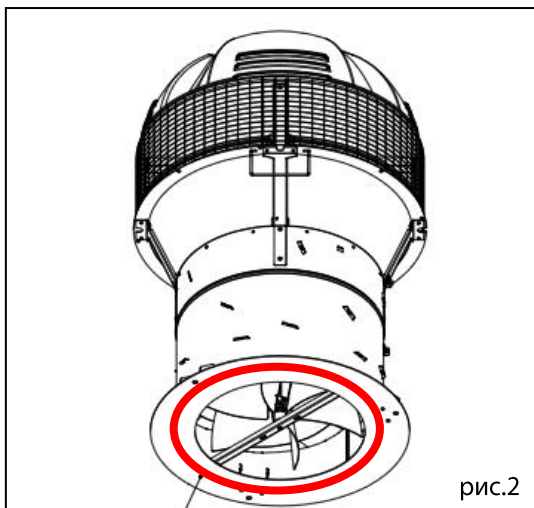

рис.2
- Произведите работы по герметизации стыка основания вентилятора с несущей поверхностью адаптационного элемента (рис.2).